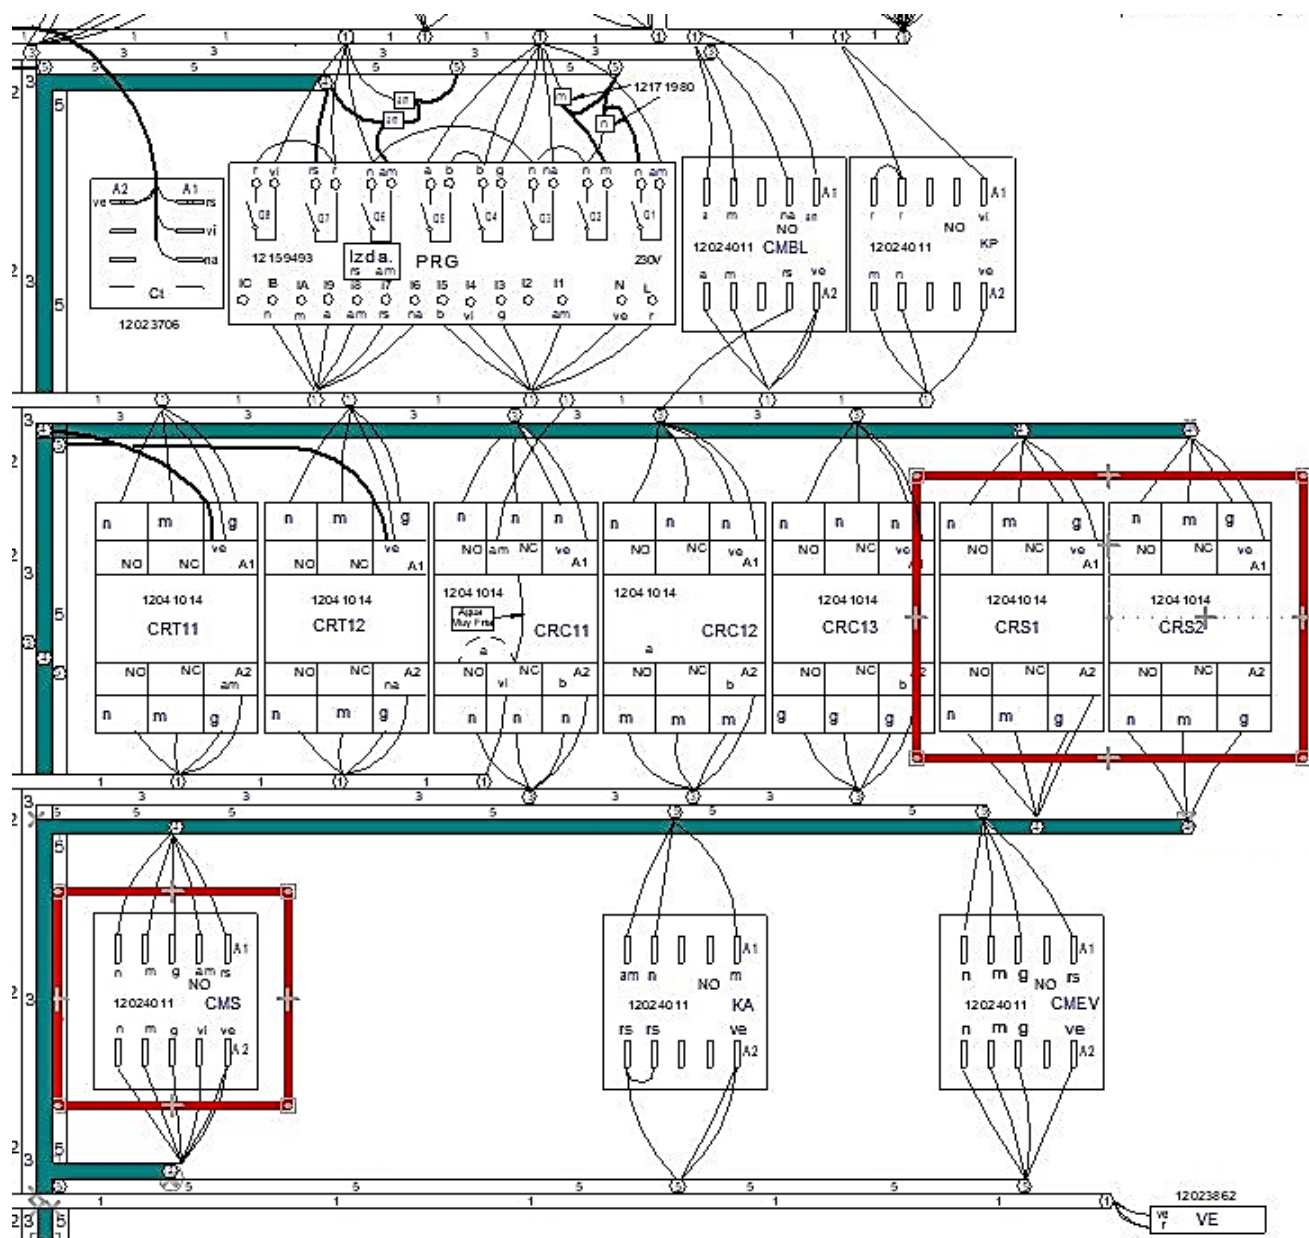

Imagen 11.- Conexión eléctrica en el cuadro, máquina no preparada de fábrica
3. Conectar los cables en el cuadro eléctrico según indica el plano de montaje adjunto. **Ver imagen 11.**
3. Conectar los cables del ventilador. Ver imagen 11.
4. Conectar los cables de termostato de seguridad. Ver imagen 11.
5. Conectar los cables de las resistencias. Ver imagen 11.